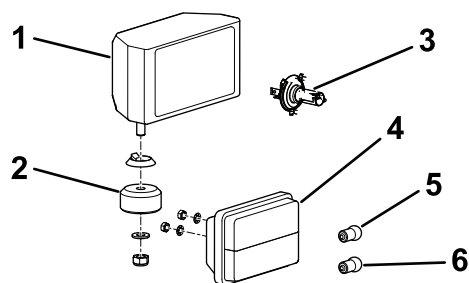

Figure 8
1. Déposez le verre ; voir Figure 8.